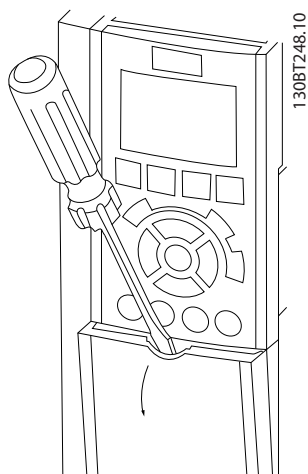

Рисунок 2.12 Доступ к подключениям элементов управления в корпусах A2, A3, B3, B4, C3 и C4
- Снимите крышку с помощью отвертки. См. Рисунок 2.12.